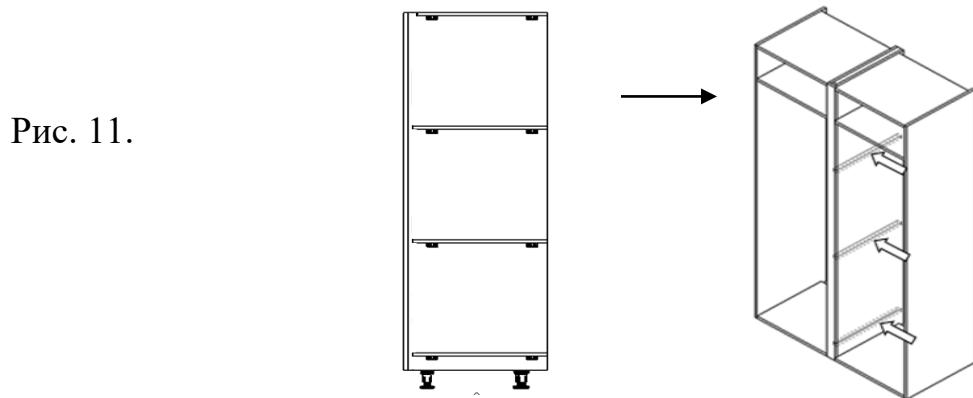

Рис. 11.
4. Для установки вертикального гола-профиля в корпусе модуля предусмотрена укороченная по глубине боковая стенка. Предварительно к наружной стороне боковой стенке необходимо прикрепить монтажные планки из ДСП при помощи пластмассовых уголков. Далее присоединить соседний модуль. (Рис. 11).